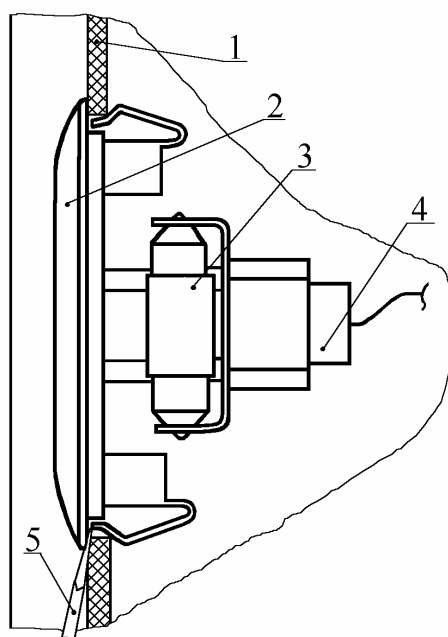

Рис. 53. Плафон увеличения габарита двери:
15.3.1. Снять плафон 2 (рис.53) увеличения габарита передней правой двери с панели 1 кармана двери, отжав отверткой 5 защелку плафона, как показано на рис. 53.